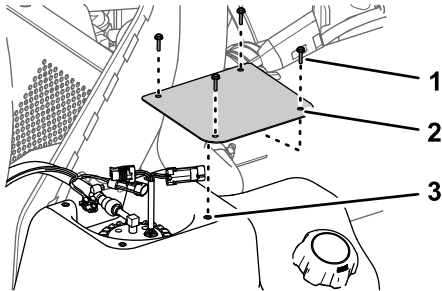

Figura 79
2. En el depósito de combustible, retire los 4 tornillos (N° 10 x 3/4") que sujetan la tapa a la parte superior del depósito de combustible, y retire la tapa (Figura 79).